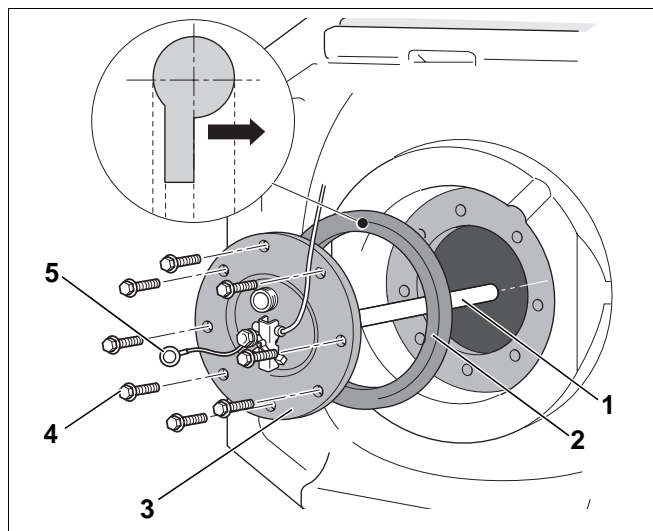

Рис. 18 Установка магниевого анода
- Установить магниевый анод (рис. 18, **поз. 1**) с крышкой смотрового люка. При этом следует обратить внимание на положение уплотнения: выдавленная надпись "Deckelseite" ("к крышке") должна прилегать к крышке люка для чистки.
- Мы рекомендуем при установке нового магниевого анода использовать новую крышку смотрового люка (рис. 18, **поз. 2**), чтобы избежать неплотностей в баке.
- Вручную закрутить болты (рис. 18, **поз. 4**) на крышке смотрового люка.
- Установить ушко заземляющего кабеля (рис. 18, **поз. 5**) вместе с болтом и зубчатой шайбой.
- При установке ушка заземляющего кабеля (рис. 18, **поз. 5**) с болтом на крышке смотрового люка необходимо обеспечить хорошую проводимость тока, чтобы не нарушить функцию магниевого анода.
- В заключение затянуть болты (рис. 18, **поз. 4**) гаечным ключом на три четверти оборота (соответствует рекомендуемому моменту затяжки 40 Нм).